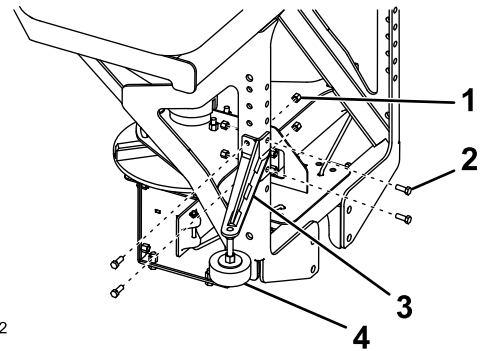

Figure 7
- Fixez les bras stabilisateurs au cadre de l'épandeur à l'aide de 8 boulons (¾ po) et de 8 contre-écrous (¾ po), puis serrez les boulons à 27 N·m (19,7 pi-lb), comme montré à la Figure 7.
- Faites tourner les patins au bout des bras stabilisateurs jusqu'à ce qu'ils soient parfaitement en appui contre le pare-chocs du véhicule; fixez-les en serrant l'écrou de blocage (Figure 7).
8. Fixez les bras stabilisateurs au cadre de l'épandeur à l'aide de 8 boulons ( $\frac{3}{8}$  po) et 8 contre-écrous ( $\frac{3}{8}$  po), puis serrez les boulons à 27 N·m (19,7 pi-lb), comme montré à la Figure 7.
parfaitement en appui contre le pare-chocs du véhicule; fixez-les en serrant l'écrou de blocage (Figure 7).